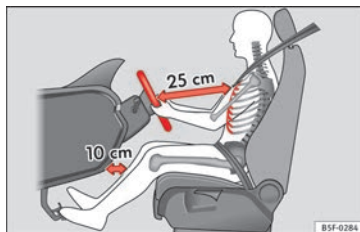

Bild 74 Rätt avstånd mellan föraren och rat-
- Ställ in ratten så att det finns ett avstånd på minst 25 cm mellan ratten och mitten på din bröstorg » **bild 74**.
- Ställ in förarsätet så att det är ett avstånd på minst 25 cm mellan mitten på bröstorg och mitten på ratten » **bild 74**. Om avståndet